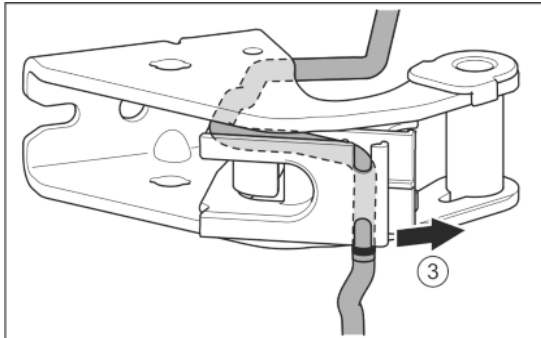

Fig. 25
- ▶ Sortir le câble du guide. Fig. 25 (3)